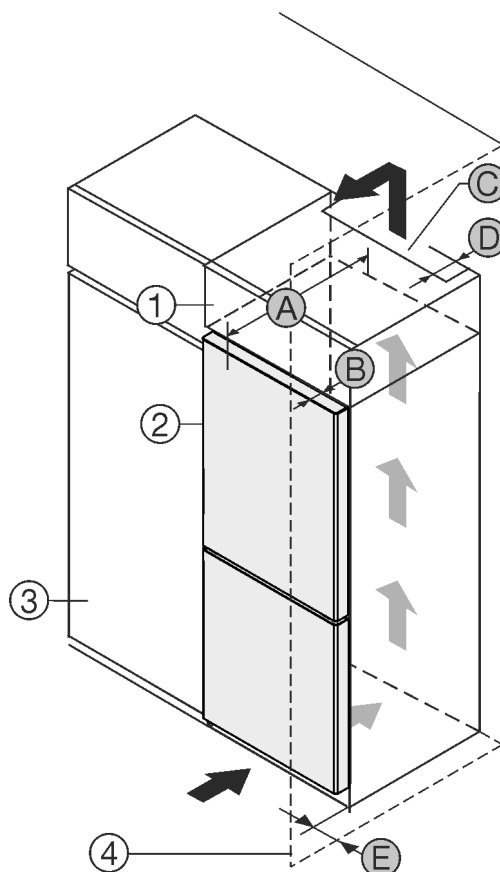

Fig. 1
- (1) Opbouwkast
- (2) Apparaat
- (3) Keukenkast
- (4) Wand
- (A) Diepte apparaat
- (B) Diepte deur
- (C) Ventilatie doorsnede
- (D) Afstand achterzijde apparaat
- (E) Afstand tot apparaatzijde
U kunt het apparaat direct naast de keukenkast Fig. 1 (3) opstellen.
Aan de achterzijde van de opzetkast moet een luchtafvoerkanaal met de diepte Fig. 1 (D) over de volledige breedte van de opzetkast aanwezig zijn.
Onder het plafond moet de ventilatie doorsnede Fig. 1 (C) worden aangehouden.
Als u het apparaat met de scharnieren naast een wand Fig. 1 (4) plaatst, moet de afstand tussen het apparaat en de wand minimaal 13 mm bedragen.
Als u het apparaat met de scharnieren naast een wand Fig. 1 (4) plaatst, moet de afstand tussen het apparaat en de wand minimaal 20 mm bedragen.
Om de deuren volledig te kunnen openen, moet het apparaat overeenkomstig de deurdiepte Fig. 1 (B) ten opzichte van het keukenkastfront uitsteken. Afhankelijk van de diepte van de keukenkasten Fig. 1 (3) en het gebruik van de wandafstandshouders kan het apparaat verder uitsteken.